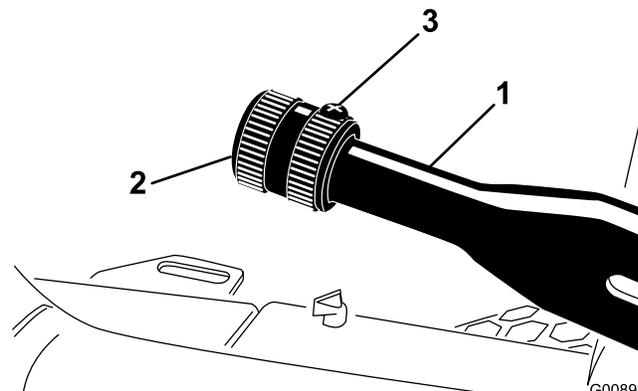

図 79
2. ブレーキレバーに調整ノブを固定している固定ねじをゆるめる **図 79**。